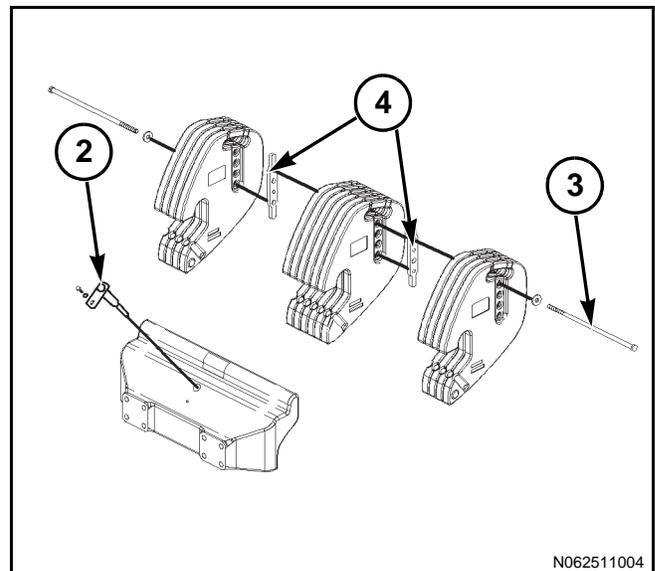

FIG. 218
FIG. 218: La instalación del portador (2) evitará el desplazamiento de los pesos delanteros. Si se arman entre 27 y 32 pesos, fije los pesos utilizando dos pernos (3), según se muestra. Cada perno debe atornillarse en una placa (4).